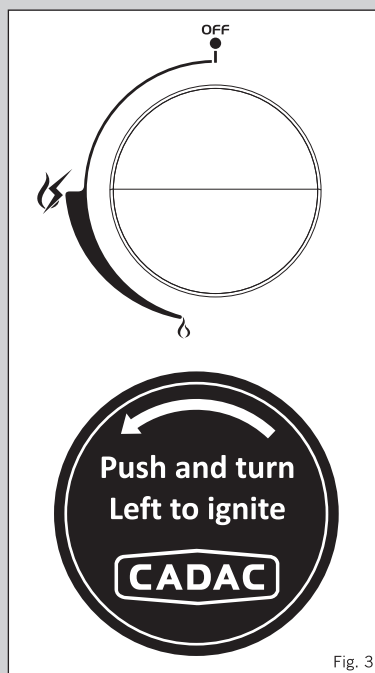

Fig. 3
- Brug betjeningsknapperne for at justere flammens intensitet i de enkelte brændere ved at dreje knappen mod uret for at mindske flammen, og med uret for at øge flammen (se Fig. 3).